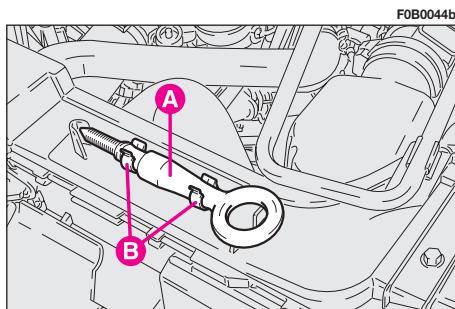

fig. 42
- prelevare l'anello di traino **A-fig. 42** disimpegnandolo dai relativi dispositivi di ritegno **B**;